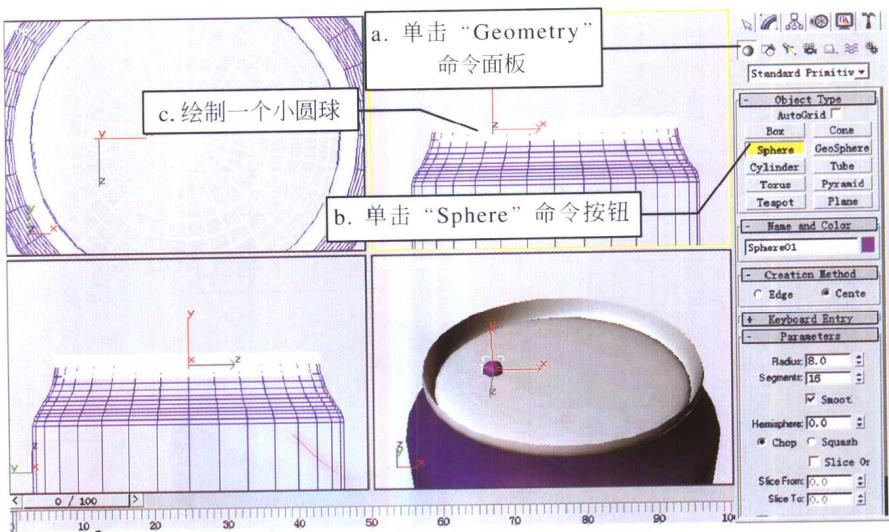

图 1-1-12
(1) 单击“Create”(建立)→“Geometry”(几何造型)命令面板,见图1-1-12中的a。单击其中的“Sphere”(球体)命令按钮,见图1-1-12中的b。在“Front”(前)视图的顶盖位置绘制一个小圆球,见图1-1-12中的c。其参数如图1-1-12所示。